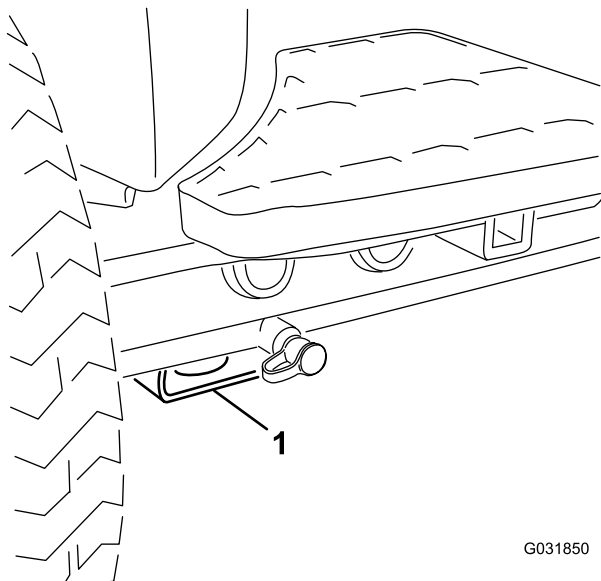

図 63
- 機体の前側各前輪の内側のアクスルチューブの下にある四角いパッド 図 63。